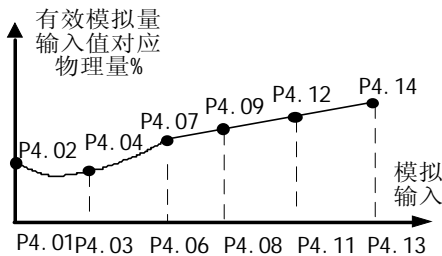

图 5-4-2 模拟输入非线性曲线
- 当P4.00设置为1、2或3时，P4.01~P4.04，P4.06~P4.09，P4.11~P4.14用法与上述说明1不同。用户可以通过设定这些值，自己定义非线性曲线。可设定运行曲线的六个点。如图5-4-2所示，P4.01、P4.03、P4.06、P4.08、P4.11、P4.13的值应顺序增加。